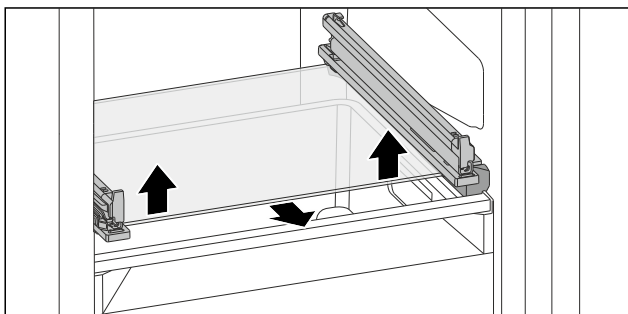

Fig. 177 Скляна пластина відкидного висувного ящика
- ▶ Скляну пластину натиснути з обох боків знизу вгору. (див. Fig. 177)